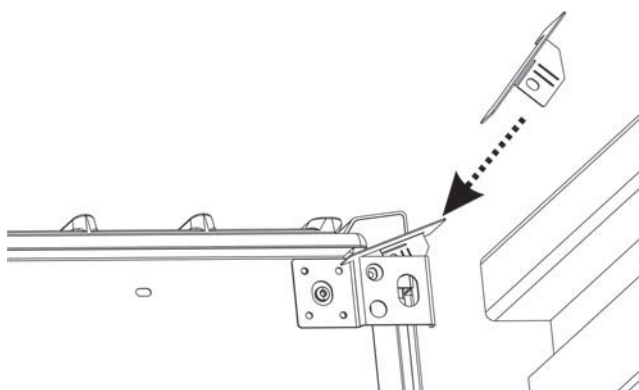

Figure 3 : Mise en place du cache-coin latéral droit, première étape
5. Insérez le cache-coin droit comme illustré (voir Figure 3 : Mise en place du cache-coin latéral droit, première étape).